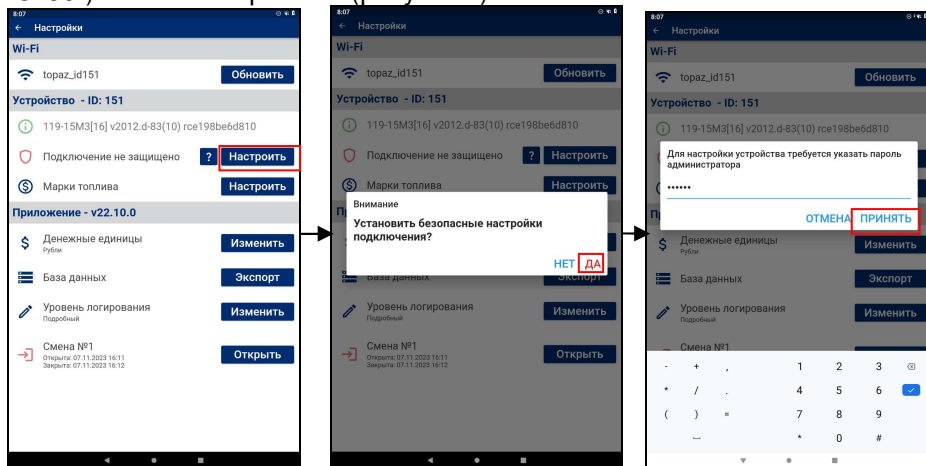

Рисунок 4
3.5 Выполнить первоначальную настройку безопасного подключения. Для этого в строке "Подключение не защищено" выбрать "Настроить". На вопрос "Установить безопасные настройки подключения" ответить "ДА", по запросу ввести действующий пароль администратора БС (заводское значение "123456") и нажать "Принять" (рисунок 4).